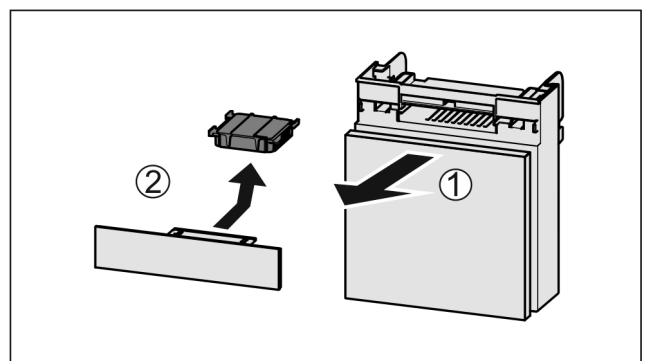

Fig. 56
- ▶ Fach nach vorne herausziehen Fig. 56 (1).
- ▶ Aktivkohlefilter entnehmen Fig. 56 (2).